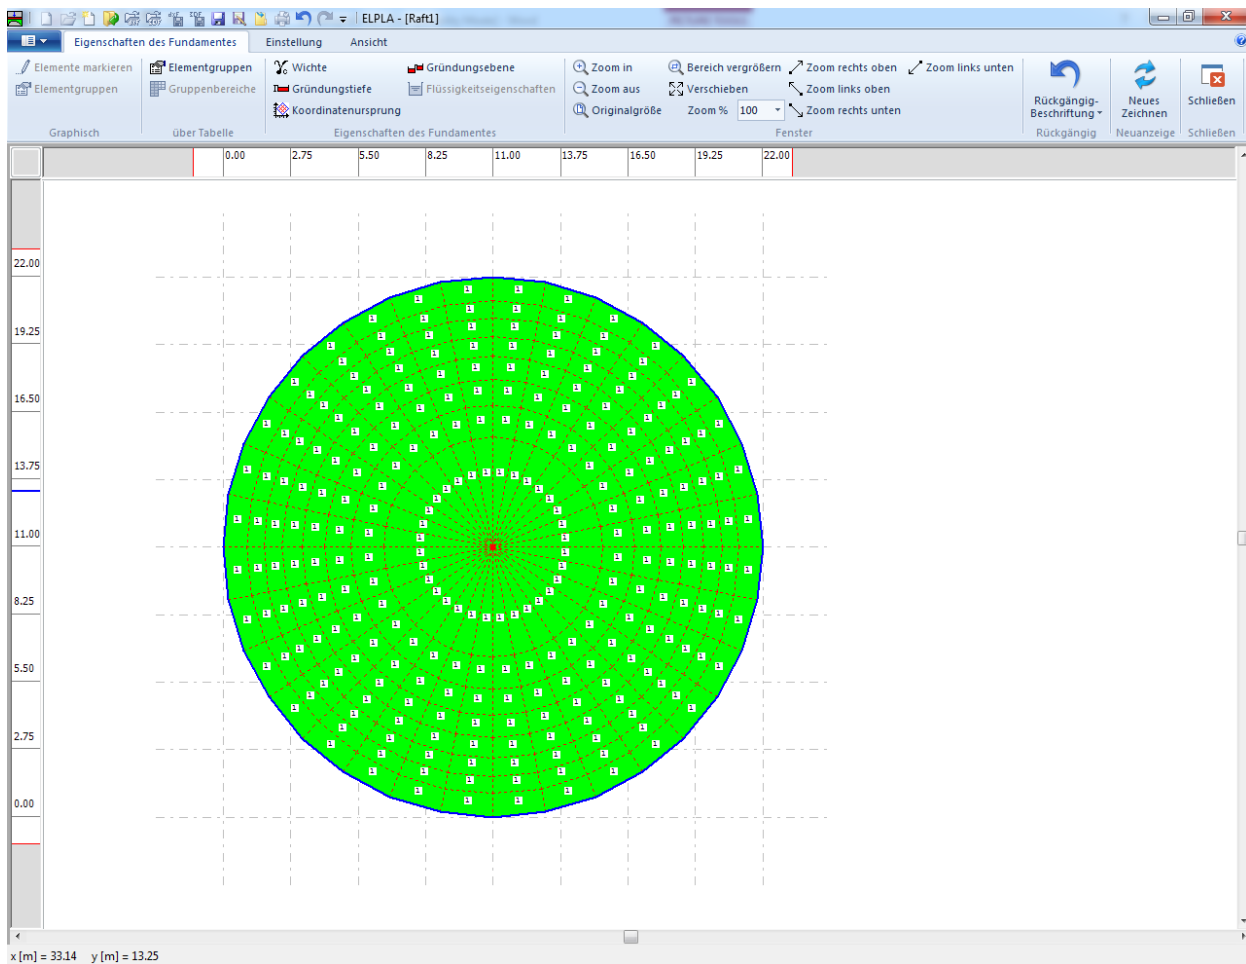
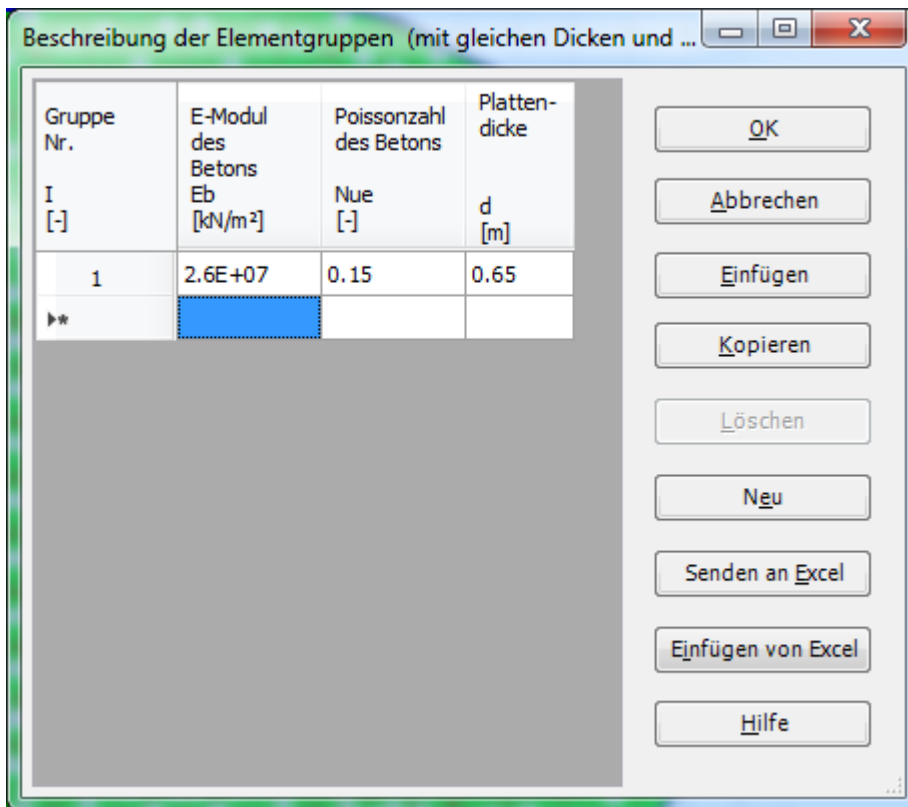
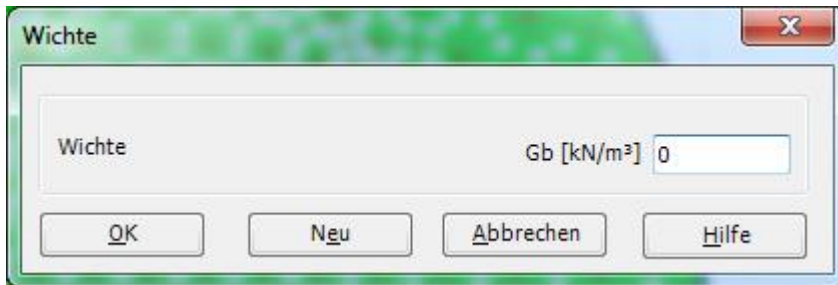

Bild 3.20 "Eigenschaften des Fundaments" Fenster
Bild 3.21 Listenfeld "Beschreibung der Elementgruppe"
Bild 3.22 Dialogfeld "Wichte"
- Wählen Sie den Befehl "Eigenschaften des Fundaments" aus der Registerkarte "Daten". Das folgende Fenster im Bild 3.20 erscheint mit Standardwerten von Eigenschaften des Fundaments. Die Daten der Eigenschaften des Fundaments für dieses Beispiel sind Plattenmaterial, Plattendicke und Gründungstiefe. Die anderen Daten entsprechen den Eigenschaften des Fundaments in den Programmenüs. Deshalb kann der Benutzer diese Daten aus den Standardwerten der Eigenschaften des Fundaments übernehmen
- Wählen Sie den Befehl "Elementgruppen" aus dem Menü "über Tabelle" im Fenster von Bild 3.20. Das folgende Listenfeld im Bild 3.21 mit Standardwerten erscheint. Um einen Wert im Listenfeld einzugeben oder zu modifizieren, schreiben Sie diesen Wert in der entsprechenden Zelle, dann drücken Sie "Eingabe". Im Listenfeld von Bild 3.21 geben Sie E-Modul der Platte, *Poissonzahl* der Platte und Plattendicke ein
- Wählen Sie "Wichte" aus dem Menü "Eigenschaften des Fundaments" im Fenster von Bild 3.20. Das folgende Dialogfeld im Bild 3.22 mit einer Standardwichte von 25 [kN/m³] erscheint. Um das Eigengewicht der Platte bei der Berechnung zu vernachlässigen, schreiben Sie 0 im Textfeld "Wichte des Fundamentbetons"
- Wählen Sie "Speichern" aus dem "Datei"-Menü im Bild 3.20, um die Eigenschaften des Fundaments zu speichern